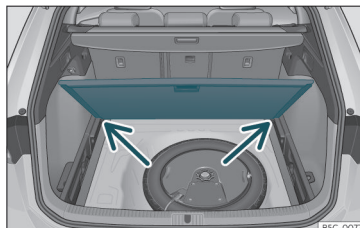

Abb. 114 Variabler Gepäckraumboden: geneigte Stellung.
- Legen Sie den Gepäckraumboden auf die dafür vorgesehenen Aufnahmen »» **Abb. 114** (Pfeile).